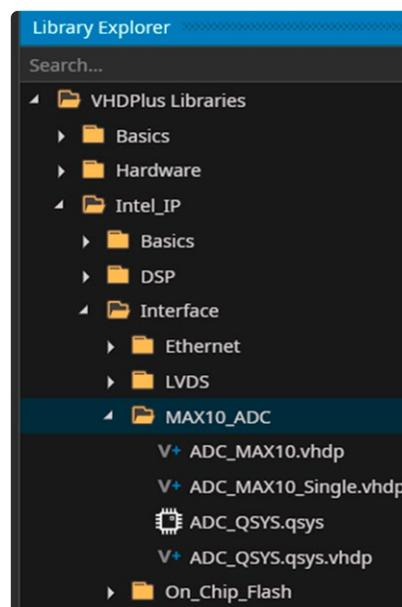

Bild 7. Fügen Sie die ADC-Bibliothek zu Ihrem Projekt hinzu.
- Wählen Sie *Intel_IP Interface MAX10_ADC* (**Bild 7**):